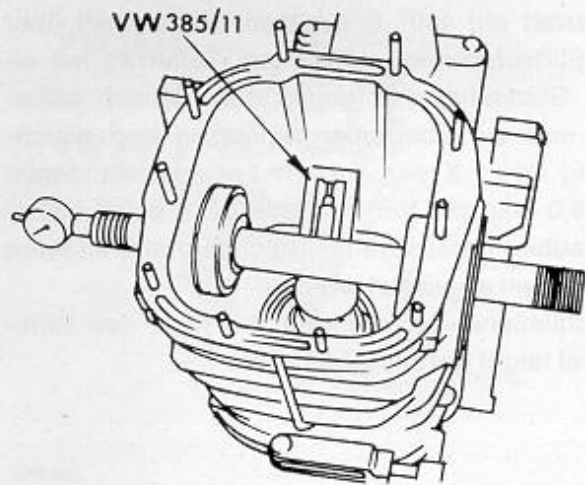

Bild 88
- Die Meßlehre VW 385/11, wie in Bild 88, an der Meßwelle ansetzen und die Meßuhr auf Null stellen, jedoch um 1 mm vorspannen. Meßlehre wieder abnehmen.